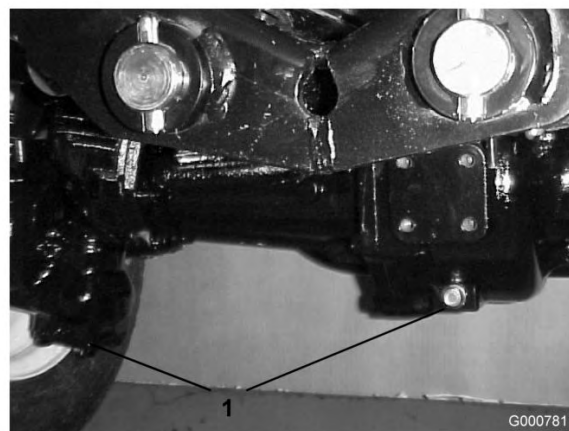

Bild 68
2. Reinigen Sie den Bereich um die drei Ablassschrauben, d. h. jeweils eine an beiden Enden und eine in der Mitte (Bild 68).